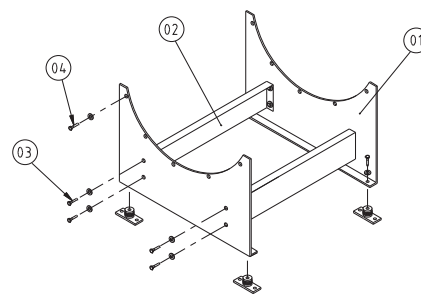

Fig. 5. Konsol för typ ACN
Konsol för typ ACN/ACW/ARN består av 2 st plåtar (fig. 5 pos. 01). Mellan dessa monteras 2 st stråvor (pos. 02) med montage detaljer (pos. 03). Stråvor finns endast från och med storlek 630.